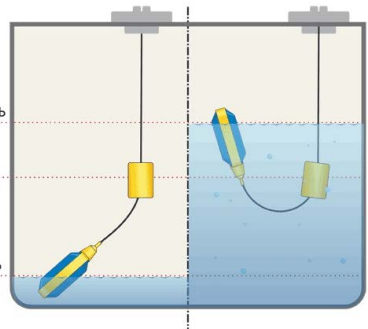

Рис. 1 – Установка выключателя
1.2. Длина отрезка кабеля между местом крепления (грузом) и корпусом поплавкового выключателя задает уровень срабатывания (рис. 1).